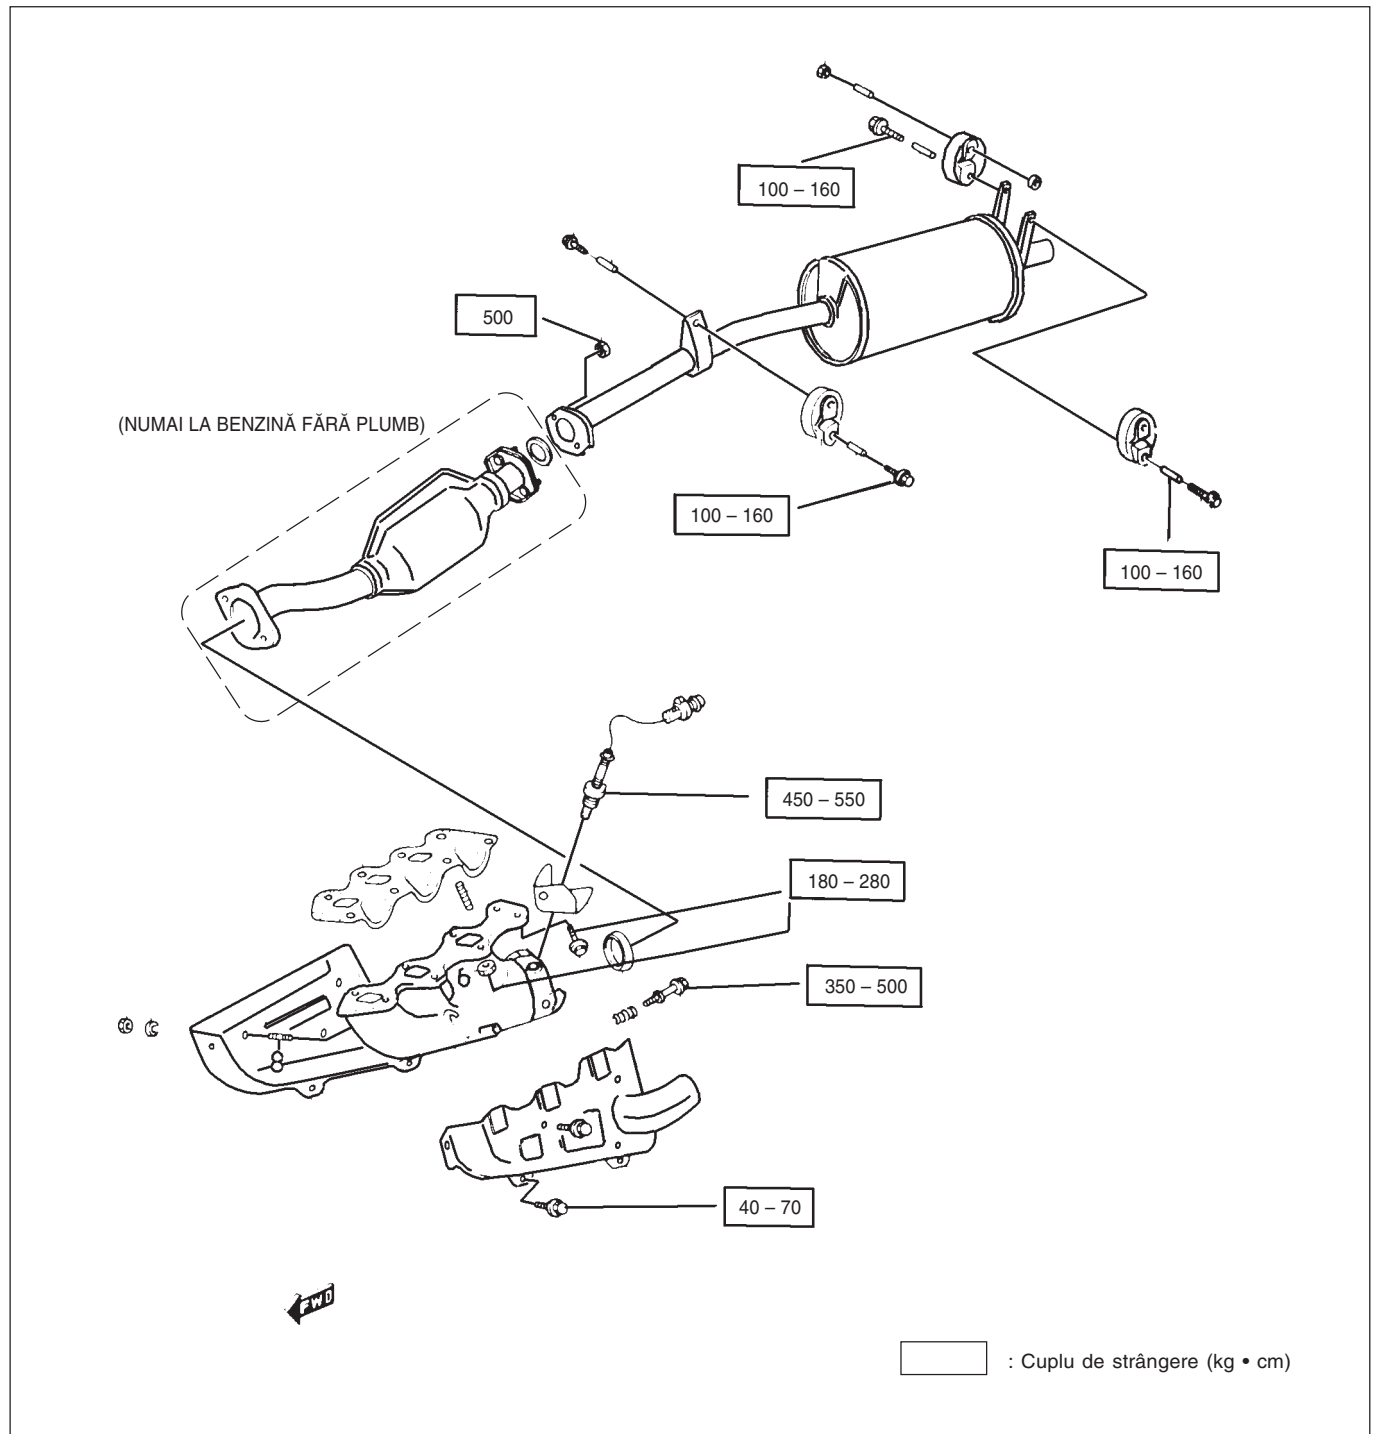

Fig. 6J - 1 Sistemul de evacuare
- Referitor la Fig. 6J – 1 pentru proceduri de demontare și montare ale galeriei de evacuare.